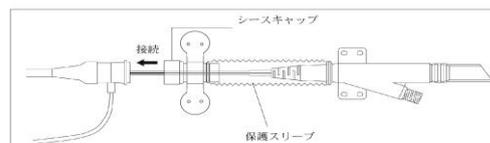

図 4. 保護スリーブ
- 8) シース挿入の場合で保護スリーブを用いる際には、先端のシースキャップの部分にシースボディーにはめ込む。(図 4)